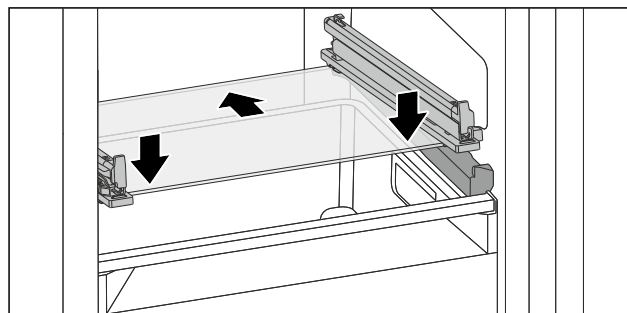

Fig. 71 Glasplatte des abklippbaren Schubfachs
- Glasplatte schräg hinter den Stopperrahmen aufsetzen. (siehe Fig. 71)